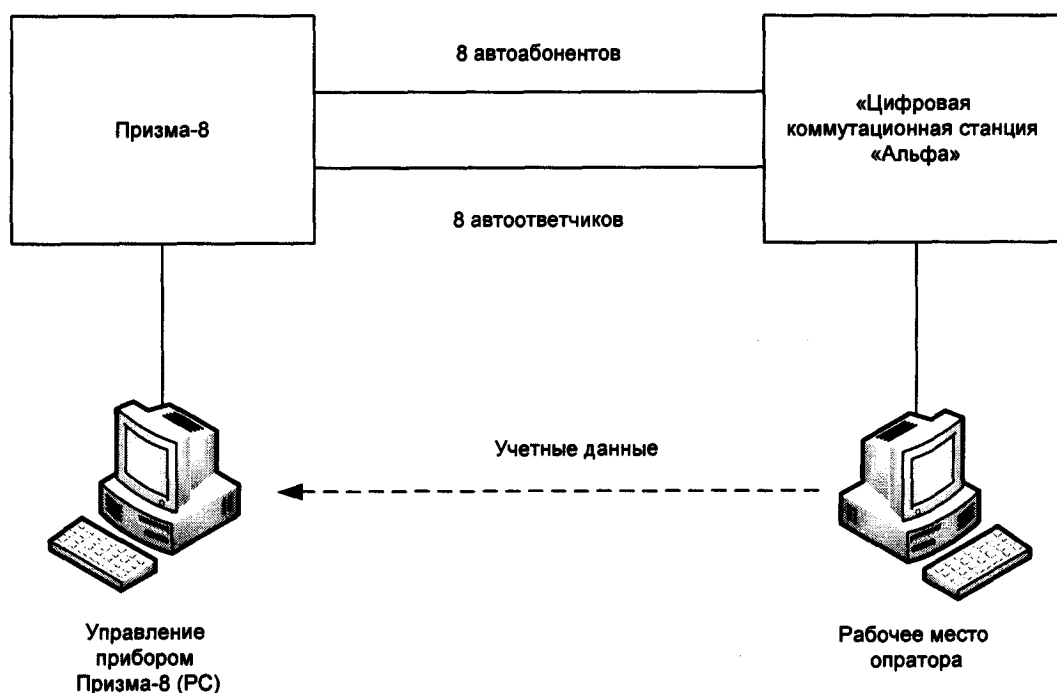

Рисунок 1 Схема поверки СИДС
- подключить абонентов «АА» и «АО» «Призма-8» к свободным абонентским линиям поверяемого оборудования, через аналоговый абонентский доступ (см. рисунок 1).